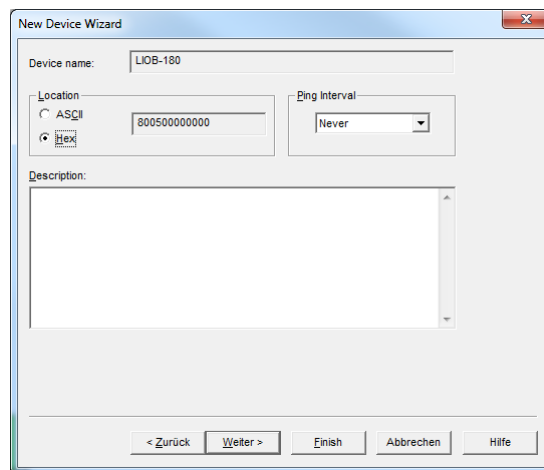

Abbildung 96: Voreinstellungen für die Location belassen
5. Im folgenden Dialog, der wie in Abbildung 96 erscheint, müssen Sie **Next** klicken.